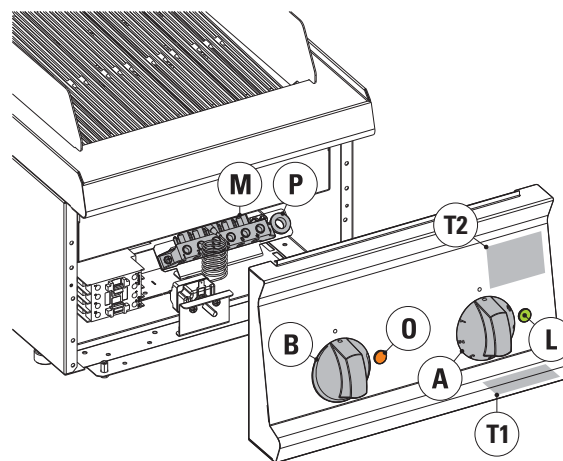

fig.2
La placa de datos | **T1** fig.2 | está situada debajo del panel (ejemplo):
La placa de características/datos | **T2** fig.2 | se encuentra dentro por detrás del panel. Contiene los siguientes datos (ejemplo):
Todos los modelos se entregan sin cable de alimentación. Para acceder a la regleta de conexiones | **M** | fig.2 es necesario desmontar el panel aflojando los tornillos colocados en la parte inferior del panel mismo. Cumpliendo las instrucciones del esquema eléctrico, conecte los conductores del cable de alimentación a la regleta de conexiones. **Tenga cuidado al pasar el cable por el pasacables | P |** fig.2 próximo a la regleta de conexiones; además, mantenga el cable apoyado sobre el fondo sujetándolo con el correspondiente sujetacable | **Q** | fig.1.
- Un dispositivo de seguridad impide el uso sin agua. La lámpara naranja | **O** | fig.2 encendida indica que no hay suficiente agua en la cuba. Reponga el nivel girando el mando | **B** | fig.2
- Introduzca agua en la cuba girando el mando | **B** | fig.2. En la posición de "fin de carrera", la válvula de carga permanece siempre abierta. En las posiciones intermedias, la carga del agua tiene un "caudal" variable.
- Gire el mando | **A** | fig.2 haciendo coincidir el indicador del panel con el nivel de potencia deseado.
- El encendido del indicador luminoso | **L** | fig.2 indica que está activa la regulación de potencia (presencia de tensión).